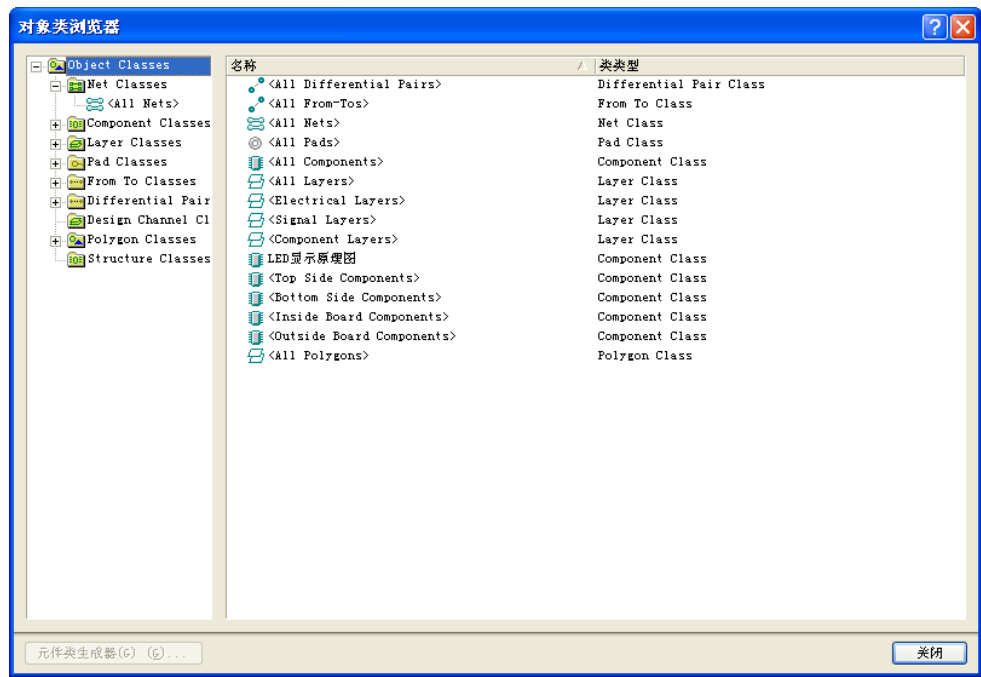

图 9-49 “Objects Class Explorer” 对话框
Step1 “网络类” 是多个网络的集合，可以在“对象类浏览器”对话框中对其进行编辑管理。单击菜单栏中的“设计”→“类”命令，系统将弹出如图 9-49 所示的“对象类浏览器”对话框。